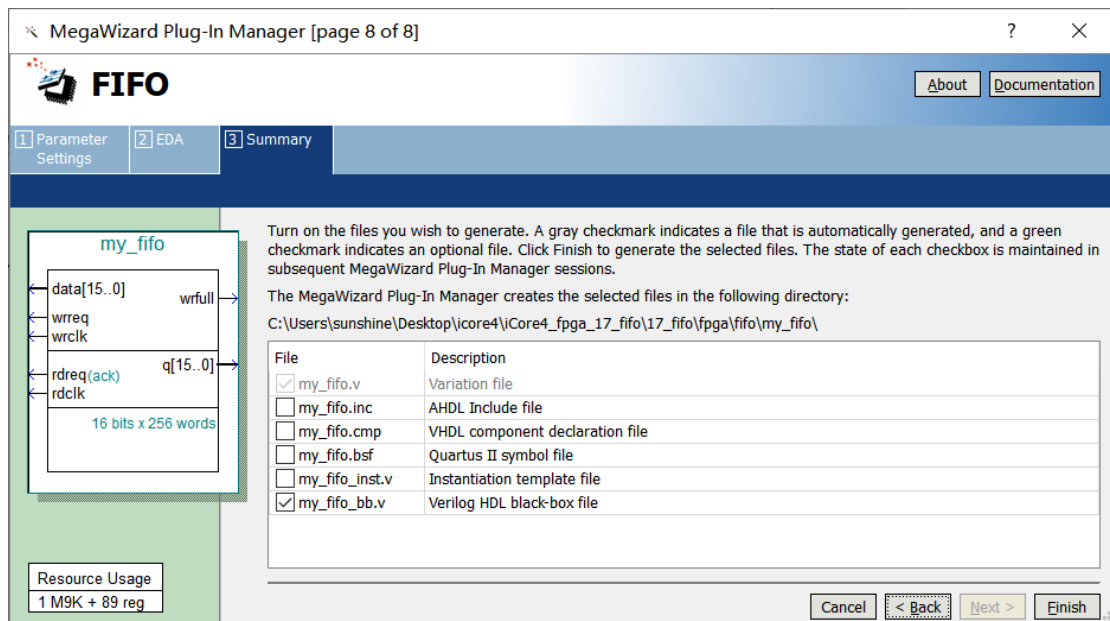

图 17-12
10、该对话框选择要生成的 FIFO 相关文件，一般保持默认即可，如图 17-12 所示